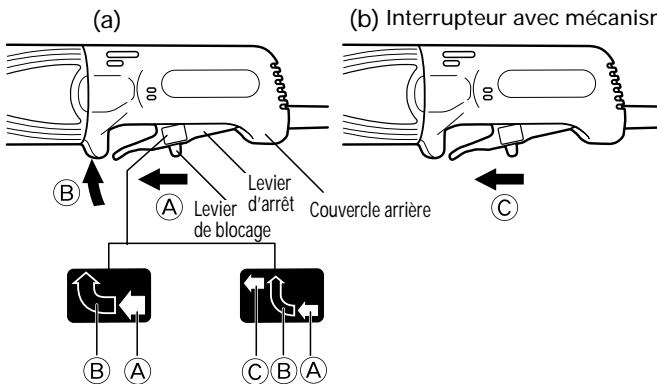

Fig. 3
Pour mettre l'outil en marche, pousser le levier de blocage dans la direction de (A) et appuyer sur le levier d'arrêt dans la direction de (B) comme indiqué sur la Fig.3-a.
Ensuite, poussez le levier de blocage dans la direction de (C) comme indiqué sur la Fig.3-b tout en appuyant sur le levier d'arrêt pour verrouiller et permettre un fonctionnement continu.
Pour annuler le mode de blocage, appuyer sur le levier d'arrêt dans la direction de (B) comme indiqué sur la Fig.3-a et relâcher le levier d'arrêt pour arrêter l'outil.